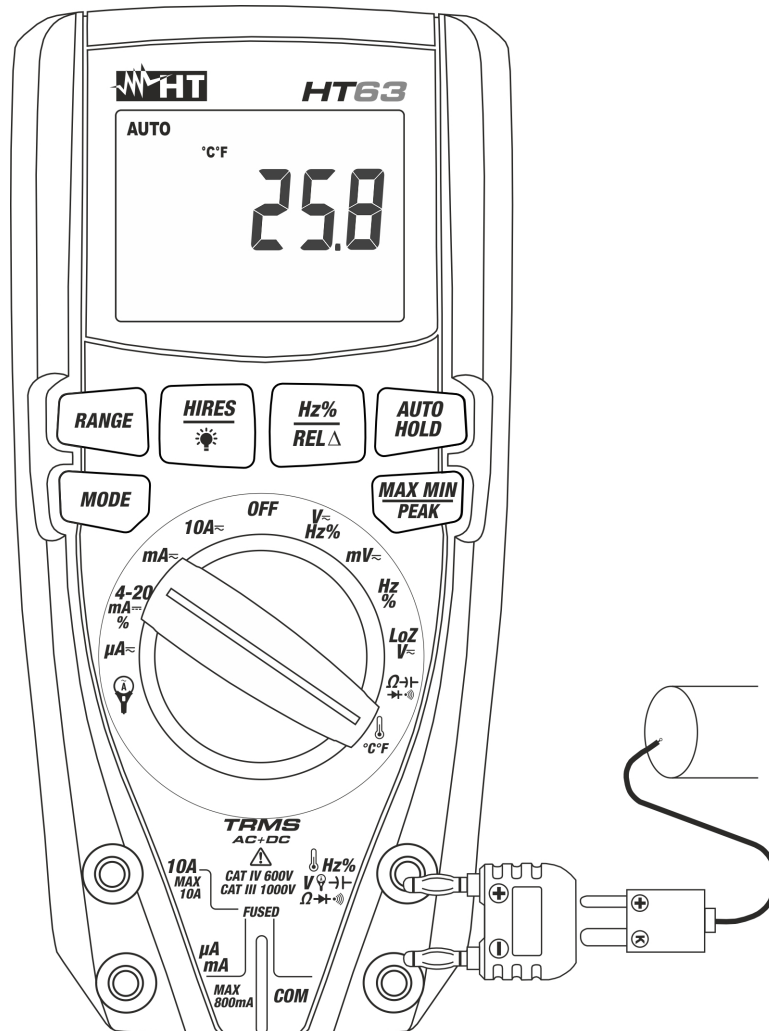

Fig. 9: Uso del instrumento para medida de Temperatura
3. Inserte el adaptador en dotación en los terminales de entrada Hz% V- Hz% Ω V- Hz% Ω V- Hz% (polaridad +) y **COM** (polaridad -) (vea Fig. 9)